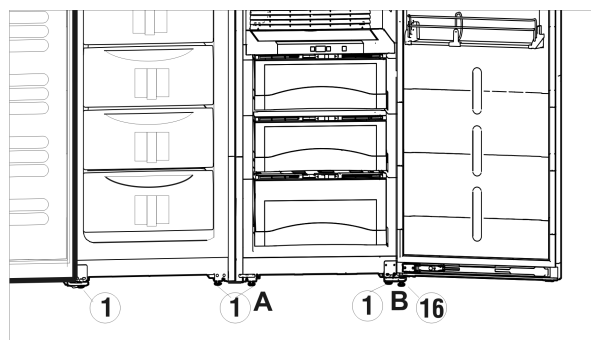
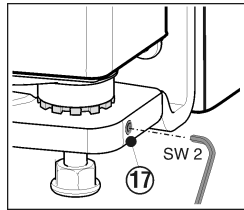

Fig. 9
Fig. 11
- ▶ Защелкните крышку *Fig. 9 (14)* на еще открытом промежутке обеих заглушек участков обслуживания. Следите за тем, чтобы наружные стороны крышки заканчивались вровень с заглушками участков обслуживания. Для этой цели крышка сделана выдвижной.
- Немного выкрутите установочный винт Fig. 11 (17) (максимум на один оборот).
- Снова затяните установочный винт Fig. 11 (17), чтобы зафиксировать опорный винт.
- Снова выкрутите средние установочные опоры (A) до контакта с полом.
- После этого подприте подпорками дверь: Выворачивайте регулируемую опору Fig. 9 (16) на опорном кронштейне (B) до тех пор, пока она не будет опираться на пол, затем крутите далее по углом 90°.